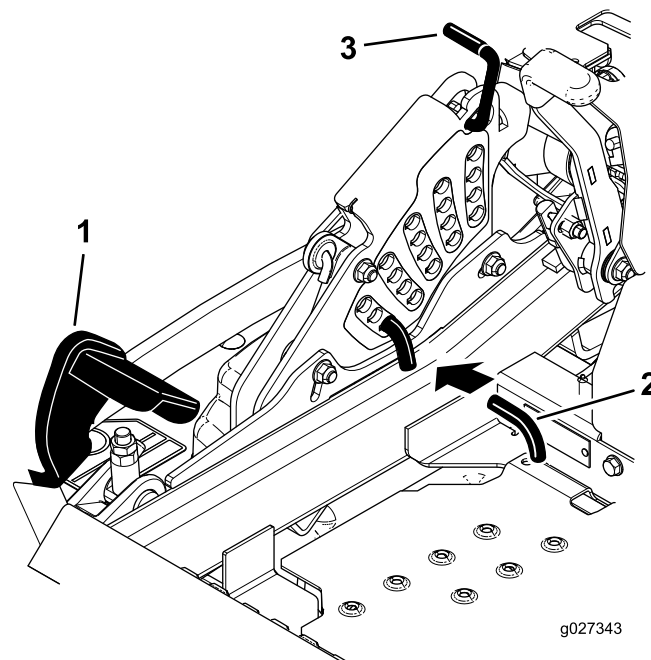

Figura 90
5. Empuje el pedal de elevación de la carcasa hacia delante del todo; la carcasa se enganchará en la posición de transporte de 14 cm (5-1/2 pulgadas) (Figura 90).